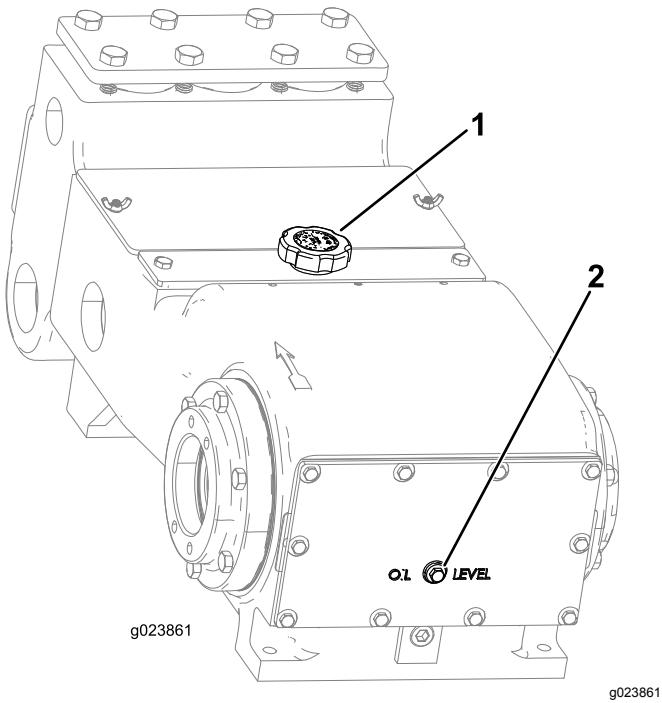
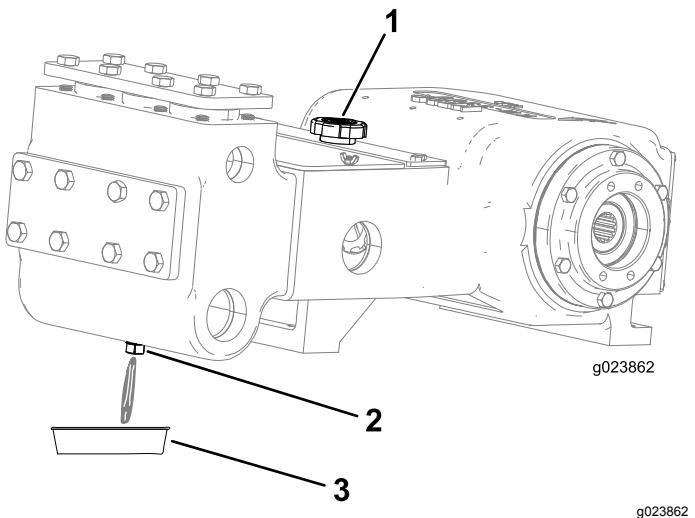

Figura 124
Figura 125
2. Remova o bujão de nível de óleo no cárter (Figura 124).
3. O óleo deve estar na linha do bujão de nível como mostra a Figura 124.
4. Remova o bujão de drenagem e posicione uma bandeja de drenagem sob o orifício de drenagem (Figura 125).
6. Permite a drenagem de todo o óleo pelo orifício de drenagem para a bandeja de óleo (Figura 125).
8. Remova a tampa do bocal de enchimento (Figura 125) e adicione aproximadamente 1,8 L de óleo, ou até o óleo atingir o nível do bujão de nível, como mostrado na Figura 124.